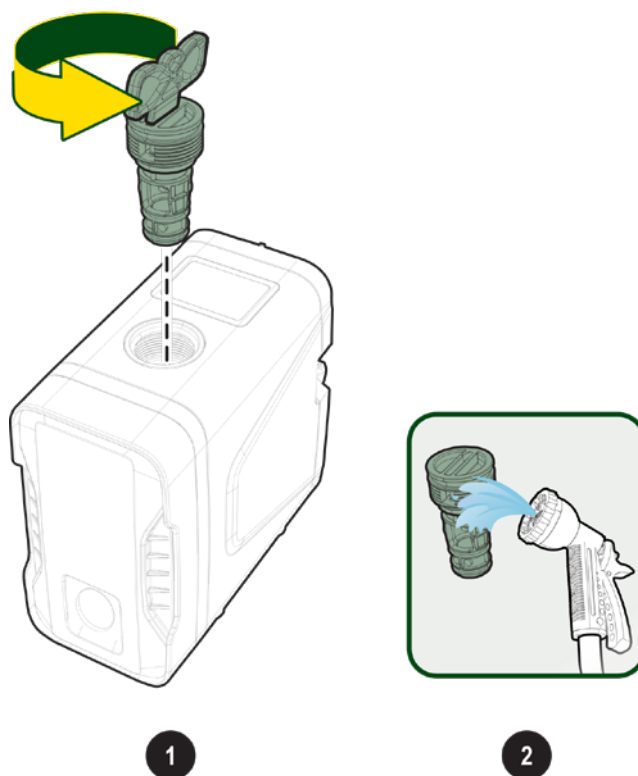

Fig. 22 Nettoyage du clapet anti-retour
- avec l'utilisation de l'accessoire clé, retirer le bouchon (voir Fig. 22 Nettoyage du clapet anti-retour) ;